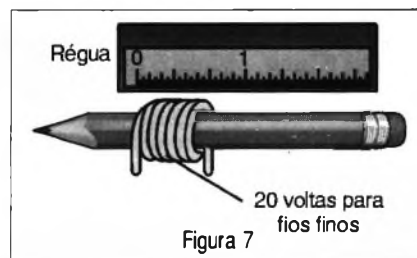

Figura 7
2. Meça o comprimento do enrolamento com uma régua, figura 7.